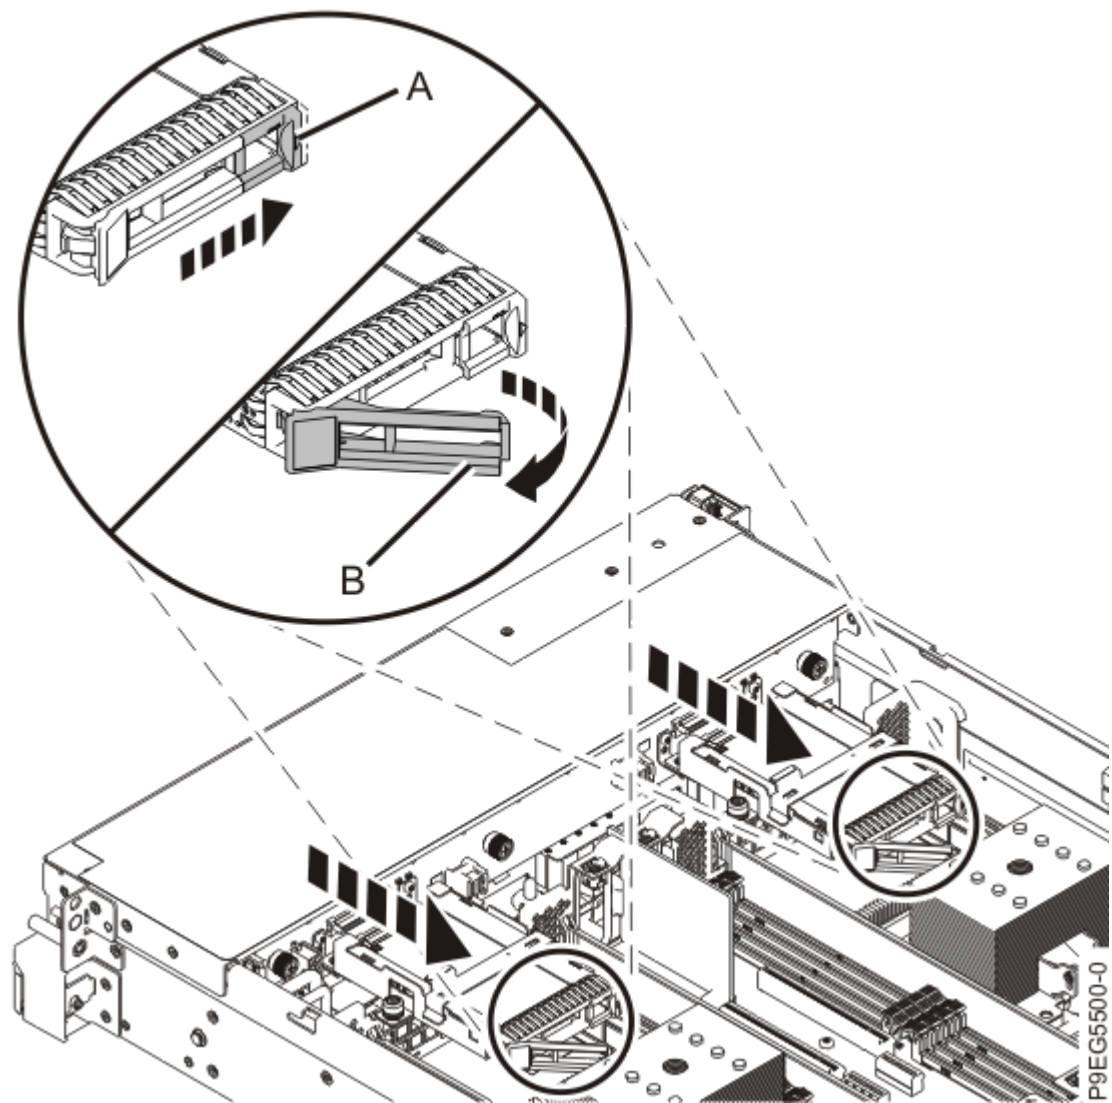

Figura 7. Cómo soltar la unidad
- b) Presione la pestaña de la unidad **(A)** para liberar la palanca de la unidad **(B)**, tal como se muestra en la Figura 7 en la página 10.